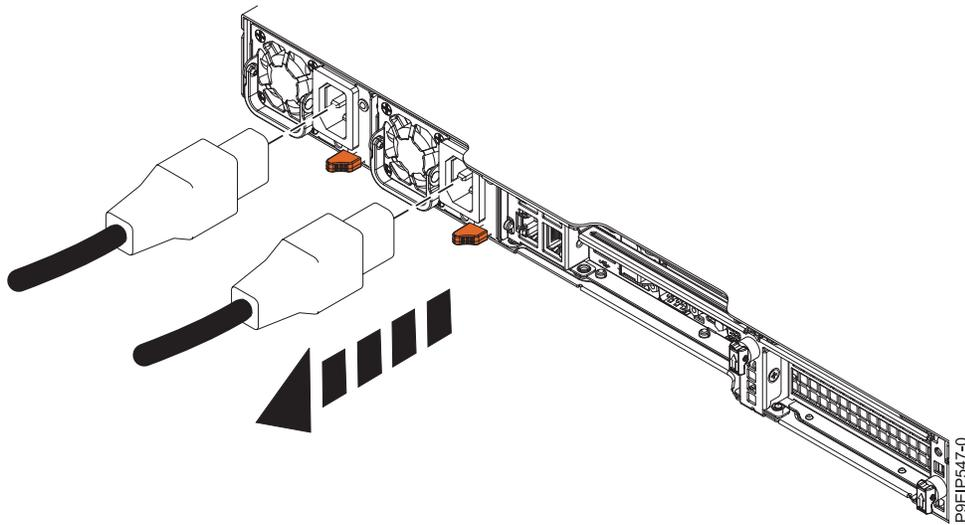

Figura 58. Removendo os cabos de energia do sistema
2. Rotule e desconecte os cabos de energia da unidade de sistema conforme mostrado na Figura 58.